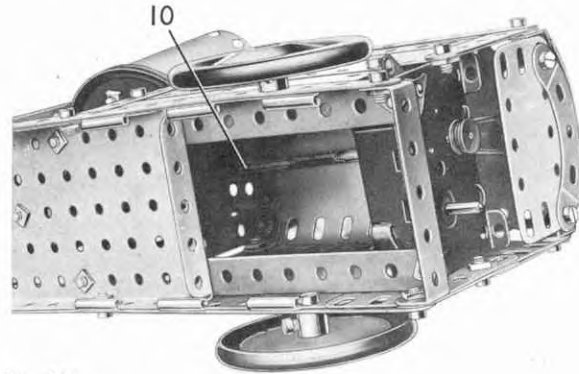

Fig. 4.1b
La cuve est entraînée par un moteur *Magic* boulonné sur les bandes de 25 trous à une des extrémités du châssis (Fig. 4.1b). L'entraînement s'opère grâce à une poulie de 12 mm. montée sur un axe (10) constitué par deux tringles de 9 cm. réunies par un raccord de tringles. Cette tringle passe à une de ses extrémités dans une bande de cinq trous boulonnée au travers des deux bandes de 11 trous qui supportent la trémie. L'autre extrémité de la tringle passe dans une plaque semi-circulaire boulonnée sur le flasque intérieur du moteur *Magic*. La tringle porte une poulie de 25 mm. (11) munie d'un anneau de caoutchouc disposé de façon à appuyer sur la gorge de la poulie (6). La poulie de 12 mm. est fournie avec le moteur *Magic*. Les côtés du capot sont constitués par les deux moitiés d'une plaque à charnières (12), des plaques flexibles de 14 x 6 cm. (13) et une plaque flexible de 6 x 4 cm. (14). Le dessus est constitué par deux plaques cintrées de 43 mm. de rayon et deux plaques de 6 x 6 cm. légèrement incurvées et fixées sur des équerres à 135° elles-mêmes montées sur les côtés. Ces côtés sont bordés par des bandes de 11, de 5 et de 7 trous, et le dessus est renforcé par des bandes cintrées à glissières.